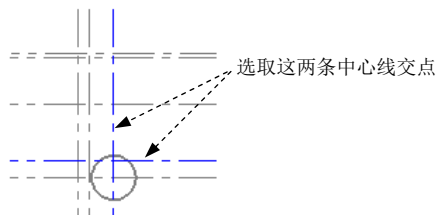

图 3.17.9 定义第二个圆的圆心
(5) 绘制第二个圆。在绘图区选取图 3.17.9 所示的两条中心线的交点为圆心，然后在“编辑圆心点”工具栏的文本框中输入值 138，按 Enter 键确认；单击按钮，完成图 3.17.7 所示的第二个圆的绘制。